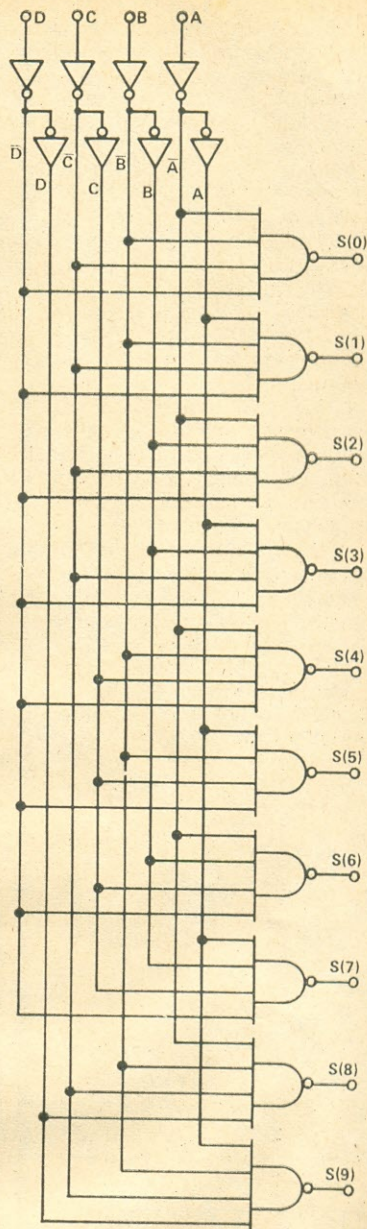

FIG. 3 — Circuito lógico interno do integrado 7442.
Desta maneira, a saída S (0) na Fig. 3 só assumirá o estado lógico L quando simultaneamente se verificar $\bar{D} = \bar{C} = \bar{B} = \bar{A} = H$, ou, o que é a mesma coisa, se $D = C = B = A = L$ (notar que as demais saídas permanecem em H, pois, pelo menos, existe uma variável em nível baixo ou L, isto é, que não se encontra complementada. Ora, ter-